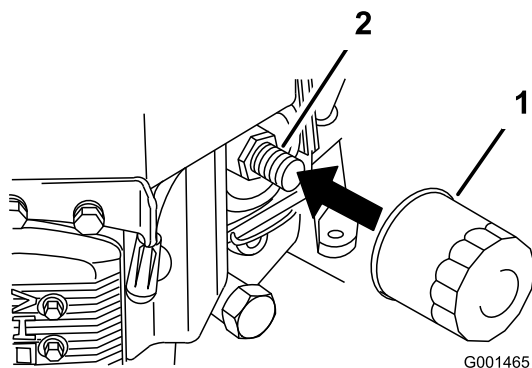

Figura 29
2. Retire el filtro de aceite usado (Figura 29).
3. Aplique una capa fina de aceite nuevo a la junta de goma del filtro nuevo (Figura 29).
4. Instale el filtro de repuesto en el adaptador de filtro; gire el filtro en el sentido de las agujas del reloj hasta que la junta de goma entre en contacto con el adaptador del filtro, luego apriete el filtro tres cuartos de vuelta más (Figura 29).